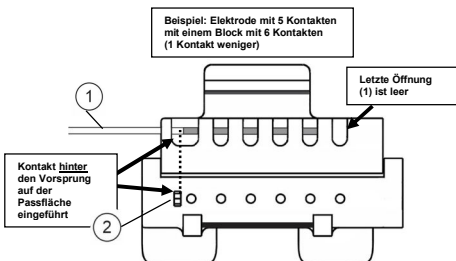
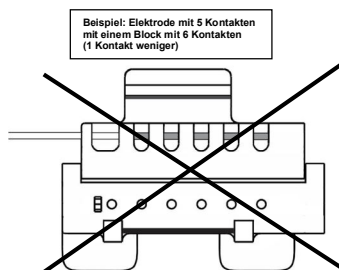

Abbildung 3. Korrekte Positionierung für eine Elektrodenableitung mit weniger Kontakten
Abbildung 4. Falsche Positionierung für eine Elektrode mit weniger Kontakten
- Bei Elektroden mit weniger Kontakten die Elektrode einführen, bis der letzte eingeführte Kontakt an der abgewandten Seite der ersten Öffnung anliegt und hinter dem Vorsprung auf der Passfläche liegt. Siehe **Abbildung 3**.
- Eine Elektrode mit weniger Kontakten nicht vollständig einführen (siehe **Abbildung 4**). Bei Elektroden mit weniger Kontakten sollten die Fenster auf der anderen Seite (von der Einführung der Elektrode abgewandte Seite) leer bleiben, wie in **Abbildung 3** dargestellt.